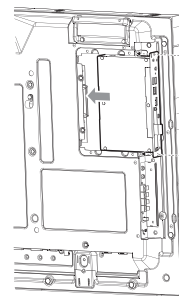

Figura 2
- Inserte la placa opcional en el monitor (**Figura 2**).